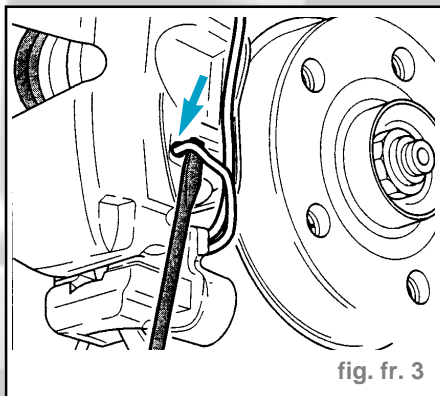

fig. fr. 3
- à l'aide d'un tournevis, sortir le ressort de retenue des garnitures de frein hors du boîtier de l'étrier en faisant levier et le retirer (fig. fr. 3).